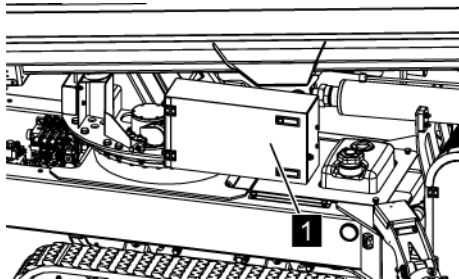

Abb. 200: Hydrauliksteuer-
3. → Den Hydrauliksteuerkasten (Abb. 200/1) öffnen.